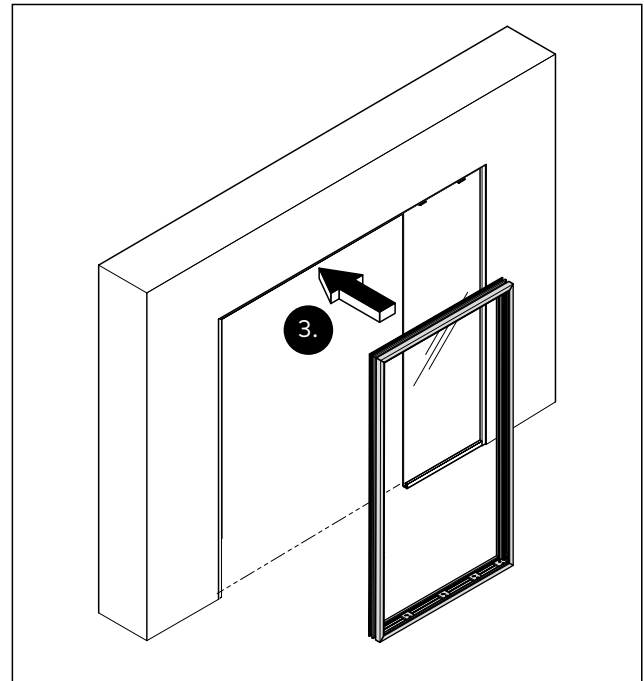

Abb. 21 Das Akustikelement in die Öffnung stellen
3. Den Akustikelementrahmen in die Öffnung stellen (Abb. 21).